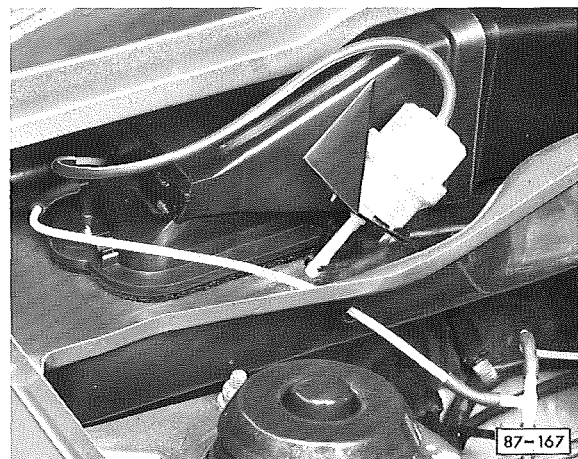

Fig. 9 Observation de la capsule de dépression du caisson à volets
– Desserrer la vis de fixation du curseur II (page 23) et régler le corps inférieur du répartiteur de dépression en le tournant sur les zones de commutation suivantes. Observer simultanément la capsule de dépression du caisson à volets (fig. 9).